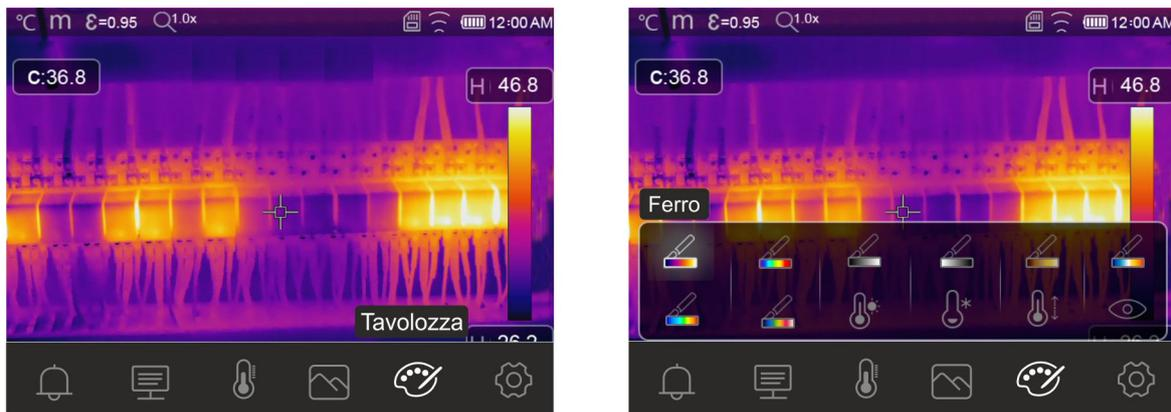

Fig. 39: Selezione tavolozze colori e funzioni isoterme
2. Toccare l'icona "🗨️" per entrare nel menu "Menu Tavolozza". La videata di Fig. 39 – parte destra è mostrata a display